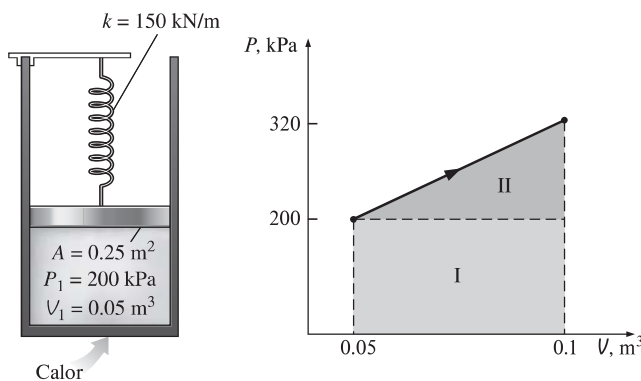

FIGURA 4-10
Análisis En la figura 4-10 se muestran un bosquejo del sistema y el diagrama P - V del proceso.
b) Una forma fácil de hallar el trabajo realizado es graficar el proceso en un diagrama P - V y encontrar el área bajo la curva del proceso. De la figura 4-10 el área bajo la curva del proceso (un trapecoide) se determina como